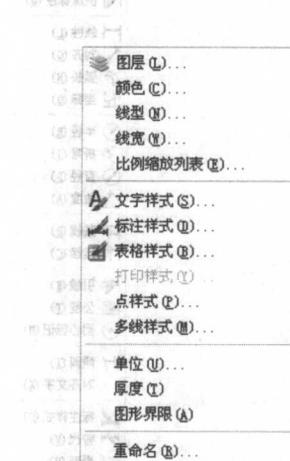

图 1-1-4
(3) 格式：格式菜单命令主要包含图层属性、文字样式、标注样式、点样式、多线样式、图形界限、单位等。如对图层的设置、图形线型的设置、文字(点、多线、标注)的设置、图形单位的设置、图形界限的设置等，效果如图 1-1-4 所示。